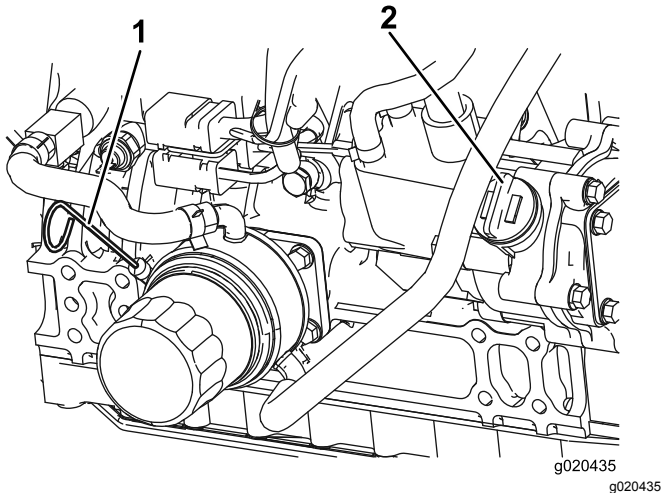

Bild 53
Hinweis: Der Ölstand sollte im sicheren Bereich liegen (Bild 53).
4. Wenn der Ölstand unter dem sicheren Bereich liegt, nehmen Sie den Fülldeckel ab (Bild 53) und gießen Sie genug Öl ein, um den Ölstand bis zur VOLL-Markierung anzuheben. **Füllen Sie nicht zu viel ein.**